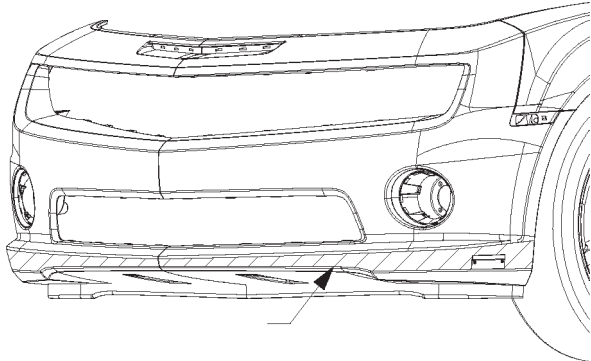

FIGURA 35
11. Limpie las áreas resaltadas del vehículo con la toallita con alcohol que se proporcionan. Deje secar. Consulte la figura 35.